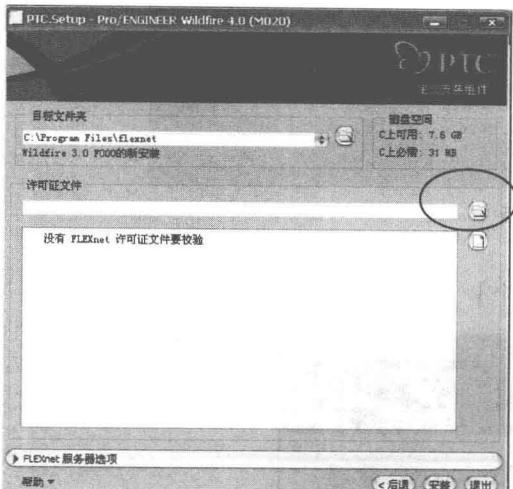
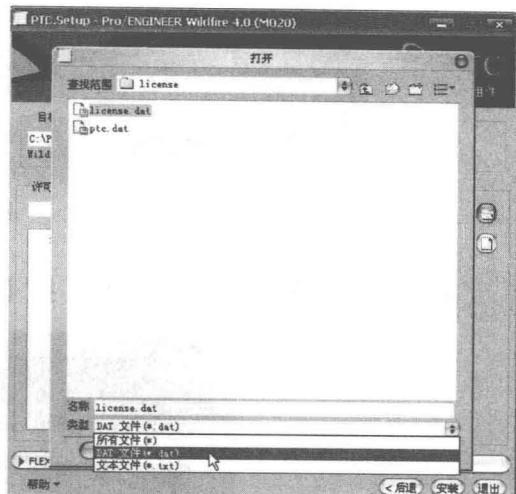

图 1-10
图 1-11
(5) 在弹出的对话框中单击打开按钮（图 1-10），在弹出的对话框中选择类型为.dat 文件（图 1-11），检索先前复制到硬盘根目录下的许可认证文件 license.dat，然后按【打开】。